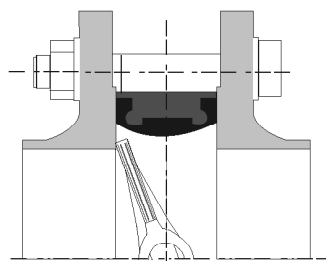

Figura 3: montaje incorrecto
- Bloqueo del disco de la válvula de mariposa (véase la figura 3).